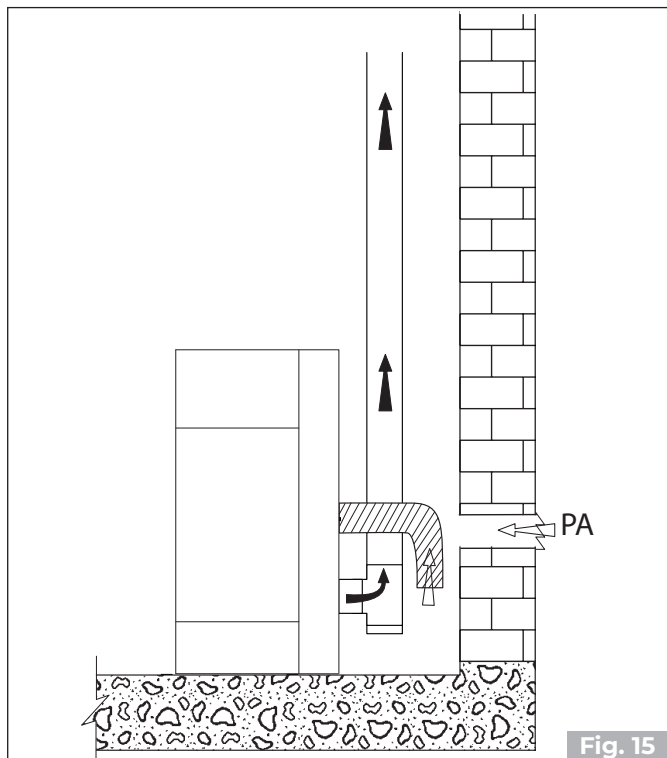
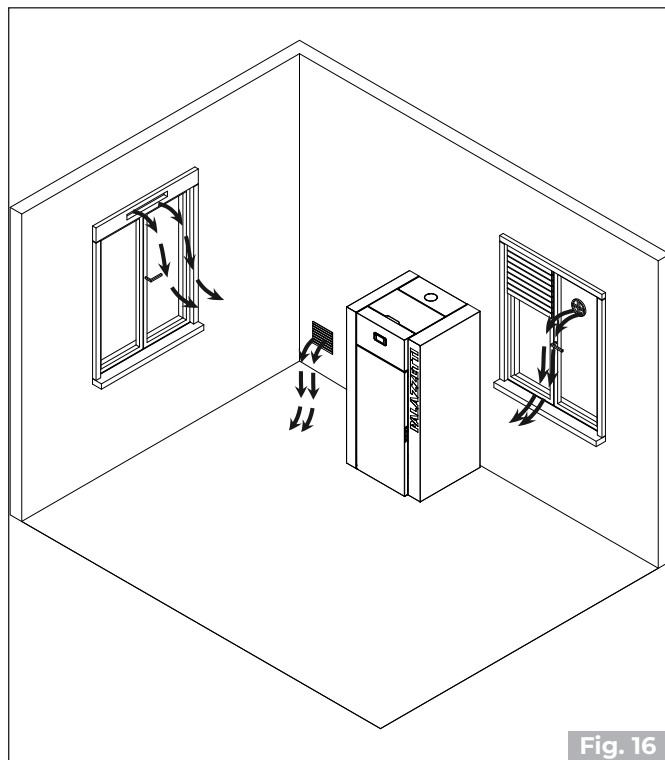

Fig. 15
Fig. 16
- il peut provenir du lieu d'installation ou de pièces voisines (**Fig. 15**).
Réaliser la prise d'air sur la paroi (**Fig. 15 e Fig. 16- PA = Air Intake**), et laisser l'appareil libre d'aspirer l'air dans la pièce, en prenant soin de raccorder le tuyau ondulé sur le tuyau d'entrée d'air, s'il est fourni, en le fixant avec le collier et en le pliant légèrement vers le bas afin de prévenir d'éventuels effets de résonance.